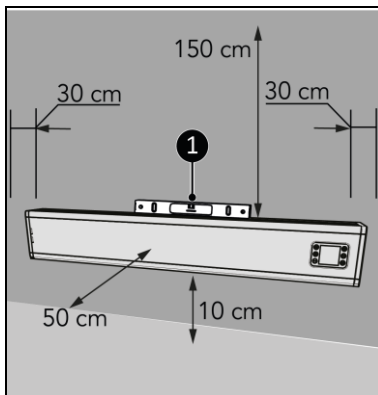

Figura 8
1. Așezați dispozitivul pe o suprafață verticală și solidă. Utilizați o nivelă cu bulă de aer când așezați dispozitivul (Figura 8, poz. 1).
2. Montați dispozitivul la o distanță minimă de (Figura 8):